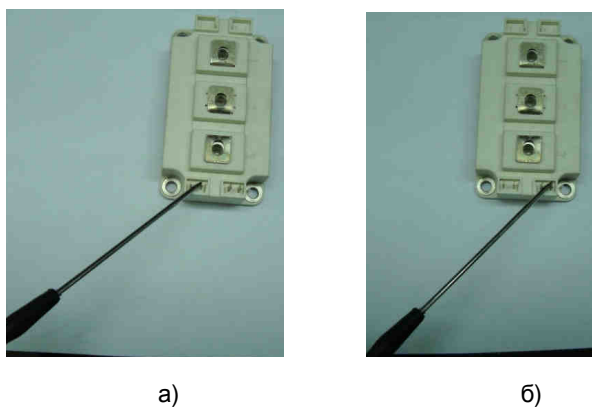

Рис. 7.3.
7.3.1. Модули IGBT, устанавливаемые в один выходной канал, необходимо подобрать по значению входной емкости. Измерение входной емкости производить в соответствии с рис. 7.3, 7.4.
Перед измерением входной емкости снять статический заряд с управляющих вводов модуля IGBT при помощи плоской отвертки с изолированной ручкой, замкнув между собой поочередно вводы управления G1-E1 (рис. 7.3а) и вводы G2-E2 (рис. 7.3б) на 3 секунды.